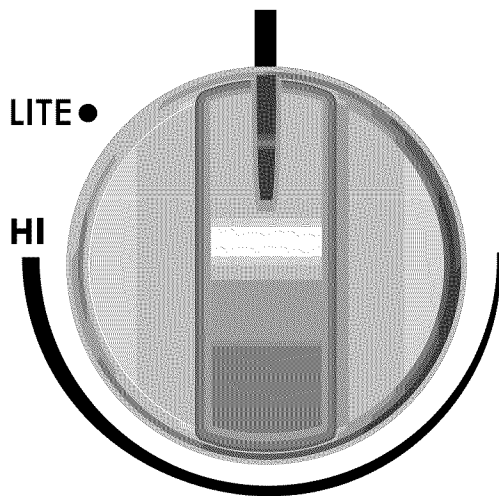

Figure 2 - Bouton de contrôle typique
2. Appuyez sur le bouton de commande et tournez-le dans le sens inverse des aiguilles d'une montre (voir figure 2)